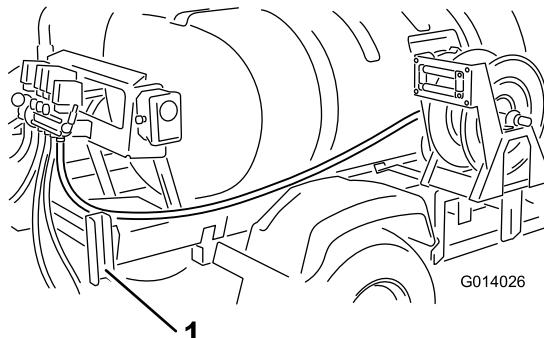

Figura 12
6. Pase la manguera hacia atrás por el bastidor del patín del depósito, por dentro del guardabarros trasero derecho y por dentro del perfil de soporte del brazo (Figura 12).
7. Pase las mangueras alrededor del bastidor de montaje y hasta la espiga abierta de la válvula del carrete de la manguera instalada anteriormente (Figura 12).